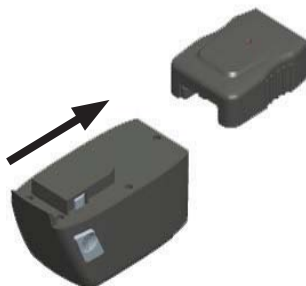

Figure 4 – Retirez le chargeur
4. Débranchez le chargeur. Retirez le chargeur en le faisant glisser (voir figure 4).